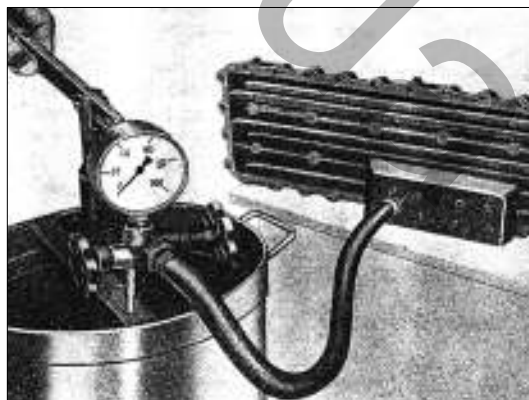

РИС. 130
- 3) Соедините резиновый шланг с ручным насосом, опущенным в контейнер с горячей водой см., рис. 130 (температура воды 70° – 80° С).